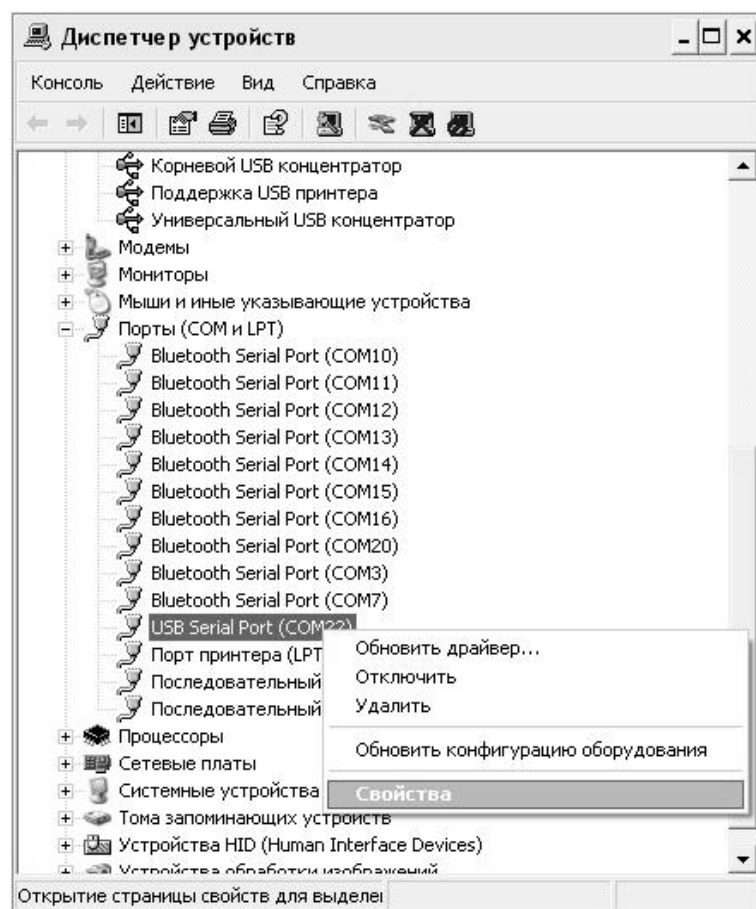
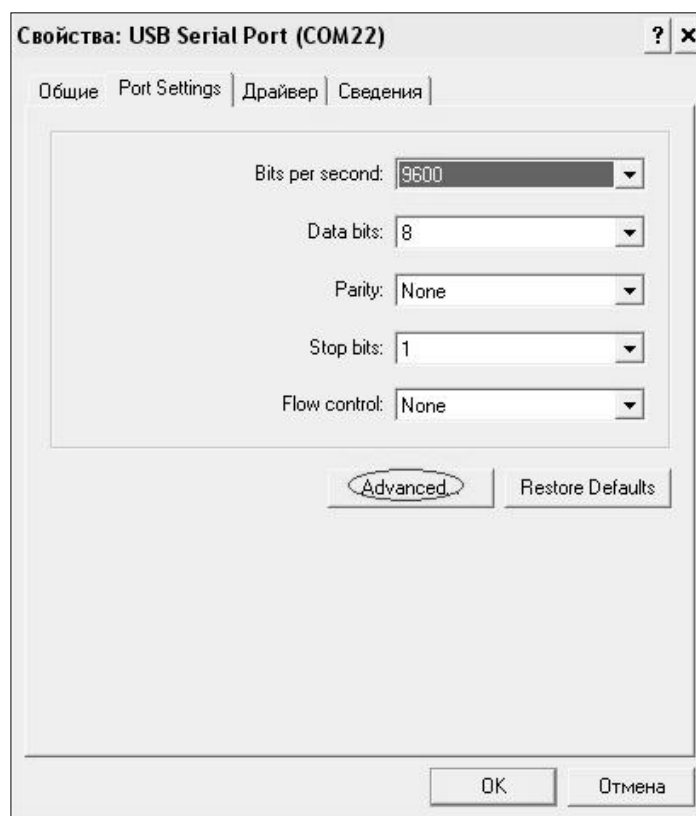
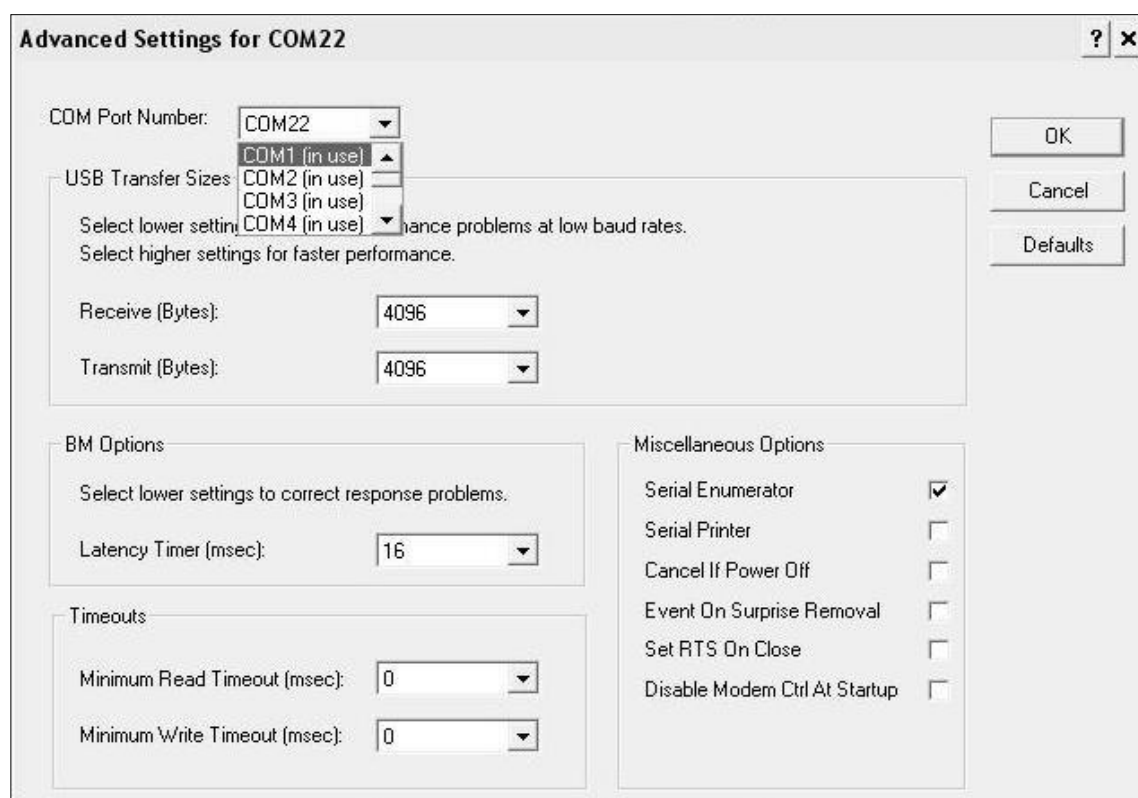

Рисунок 2.6 – Окно диспетчера устройств
Рисунок 2.7 – Окно свойств USB-порта
Рисунок 2.8 – Дополнительные настройки драйвера
- найти строку «USB Serial Port (COM№)», в скобках указан номер COM-порта, если номер в скобках «1» настройка завершена - ничего менять не нужно, если номер не «1» необходимо вызвать окно свойств «USB Serial Port (COM №)» (правой клавишей мыши щелкнуть по строке USB Serial Port (COM №) и выбрать пункт меню «Свойства») (рисунок 2.6), перейти на вкладку «Параметры Окна», нажать кнопку «Дополнительно» (рисунок 2.7) и в выпадающем списке «Номер Com-порта» выбрать «COM 1» (рисунок 2.8), нажать кнопку «ОК».